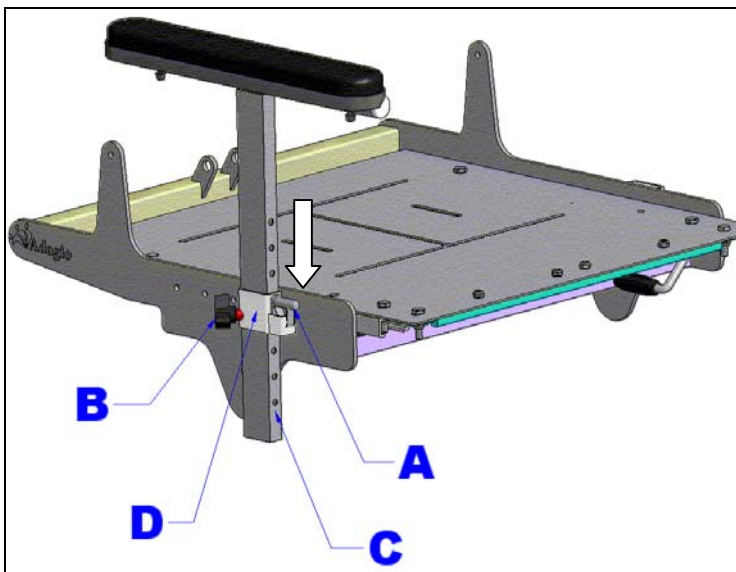

Figure 20 : Appui-bras en "T" réglable en hauteur.
L'appui-bras de l'  Adagio permet un ajustement en hauteur par incrément de 1 pouce. Pour ce faire (voir; figure 20):
1. Dévisser un peu la manette de blocage (B) pour permettre au tube d'appui-bras (C) de coulisser dans le socle (D) (voir; figure 20).
2. Appuyer sur la manette (A) dans le sens de la flèche et soulever ensuite l'appui-bras en le tenant par la garniture d'appui-bras, afin de le faire coulisser pour le retirer complètement du socle d'appui-bras (D).